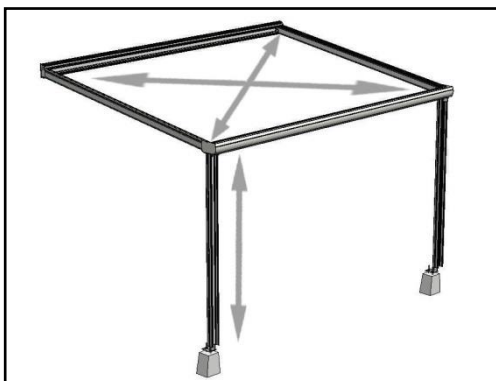

Abbildung 13, Ausmessen und Einstellen
25. Richten Sie die Überdachung im rechten Winkel aus, indem Sie über Eck messen und stellen Sie die exakte lichte Höhe der Abflussrinne ein (Abb. 13).